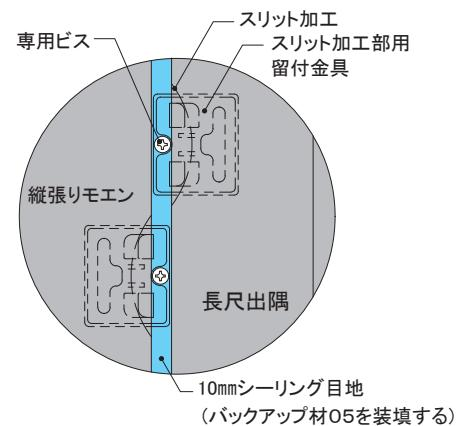

図3 目地部詳細
●出隅側と本体側で金具の位置をずらして施工します(図3)。
- シーリング施工 ●金具施工後、バックアップ材05を装填して、ニチハシーリングを充填します(図3)。